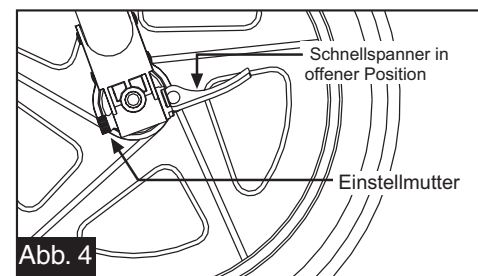

**Abb. 2**
- 2 Schwingarm:** Rotieren Sie den Schwingarm von dem Vorderteil des Joggers weg bis die Stoßdämpfer sich in die erste Position einstellen (Abbildung 2). Die Verschlußstifte der Stoßdämpfer schnappen ein und setzen sich in Position 1 fest.